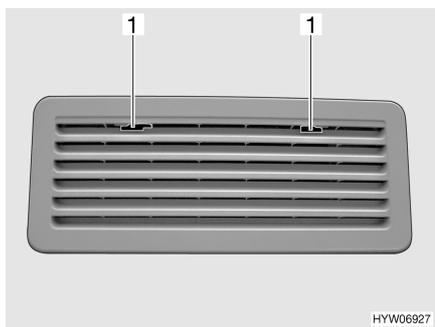
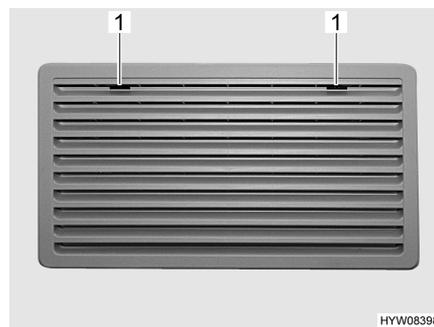

Bild 73 Kühlschrank-Lüftungsgitter (Thetford)
Bild 74 Kühlschrank-Lüftungsgitter, groß (Thetford)
- Arretierung (Bild 73,1 oder Bild 74,1) zur Mitte schieben.